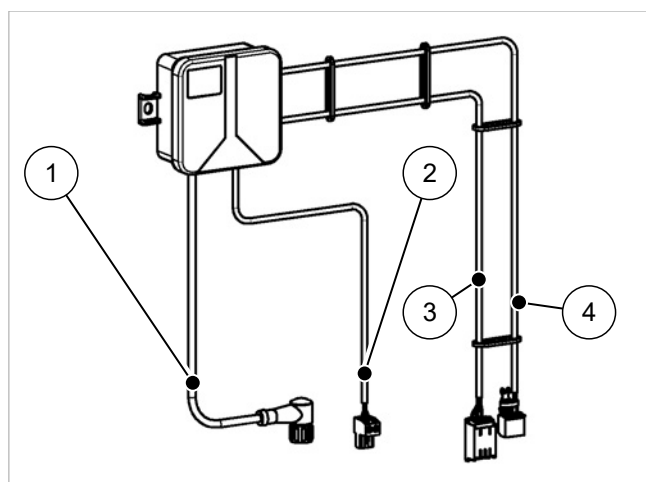

Abb. 13: Anschlussbox VSG
1. Kabel 1 (3, vgl. → Abb. 13) zur Wärmepumpe verlängern und dort anschließen.
2. Kabel 2 (4, vgl. → Abb. 13) zur Modbus-Verbindungsdose führen.